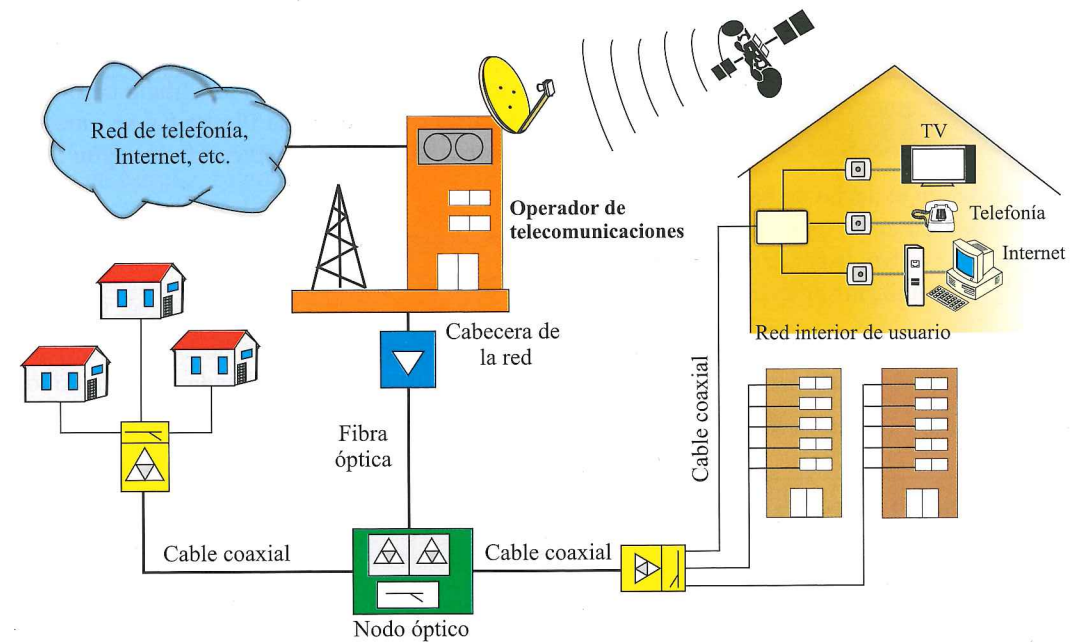

Figura 6.2. Estructura simplificada de una red HFC.
- **Redes HFC (híbrido de fibra y coaxial).** Estas redes utilizan tanto la fibra óptica como el cable coaxial para crear una red de banda ancha. Tradicionalmente estas redes las utilizan los operadores de TV por cable (CATV), pero esta tecnología también permite el acceso a los servicios de telecomunicaciones de banda ancha. Tal y como se observa en la Figura 6.2 el usuario final se conecta por medio de cable coaxial a un nodo zonal y posteriormente se interconectan los nodos zonales con fibra óptica.